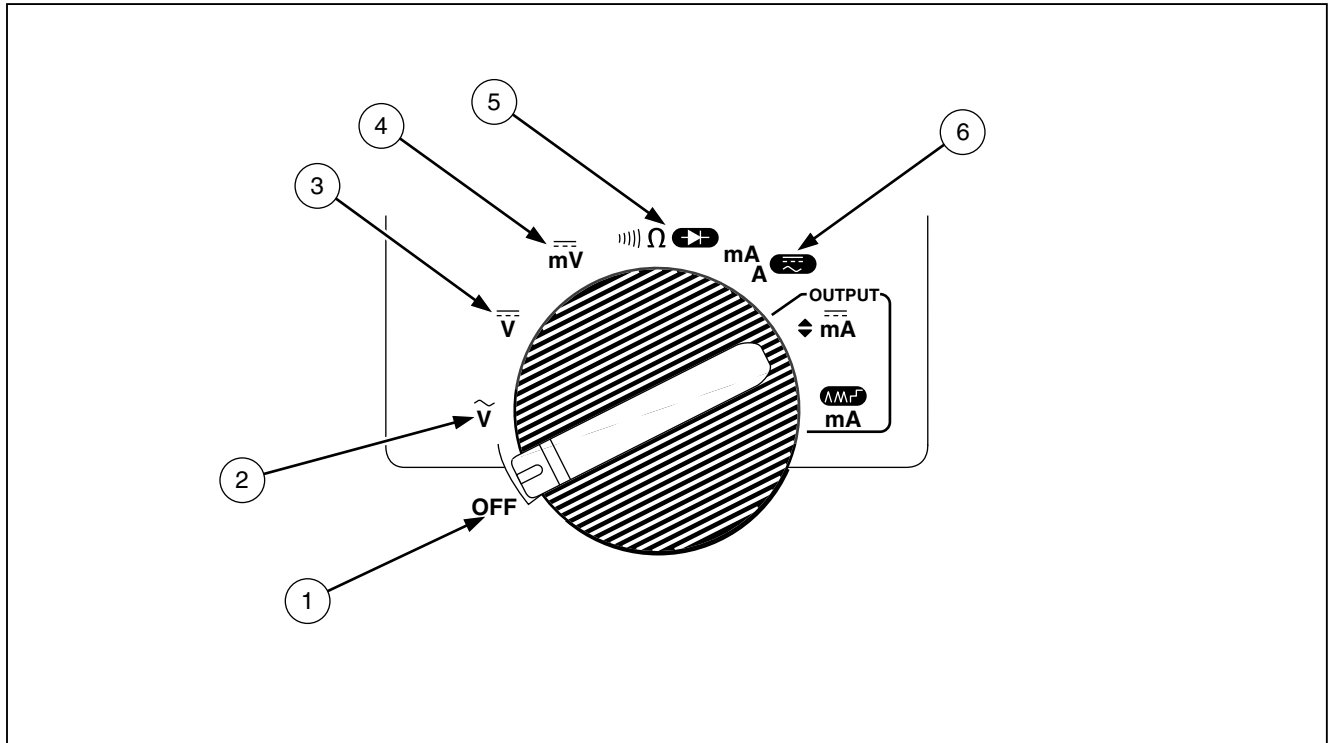

Abbildung 3. Drehknopffositionen für Meßfunktionen
- Abbildung 3 und Tabelle 3 beschreiben die Meßfunktionen der ersten fünf Drehknopfpositionen.